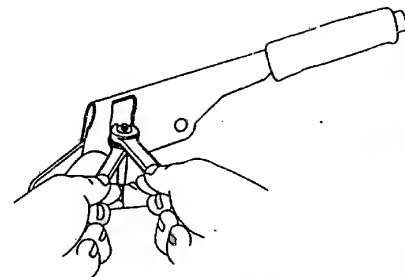

Bild 93 Sedan, Liftback, Coupé: Einstellung der Handbremse am Handbremshebel.
e) Die **Handbremse** wirkt mit Kabelzügen auf die Trommelbremsen hinten. Sie ist so einzustellen, dass die Hinterräder zwischen dem 4...7 Zahn der Handbremshebelarretierung blockieren. Die Einstellung erfolgt an der Schraube des Handbremshebels (Bild 93).